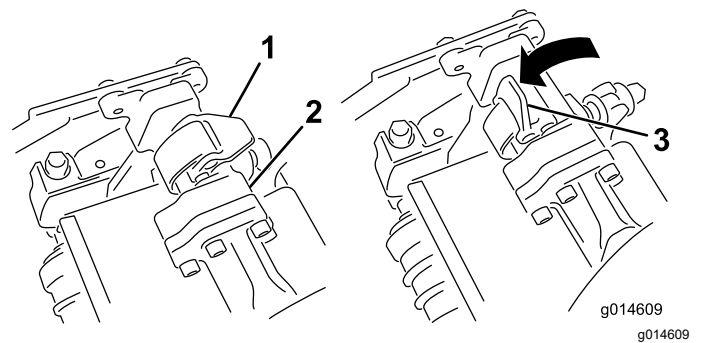
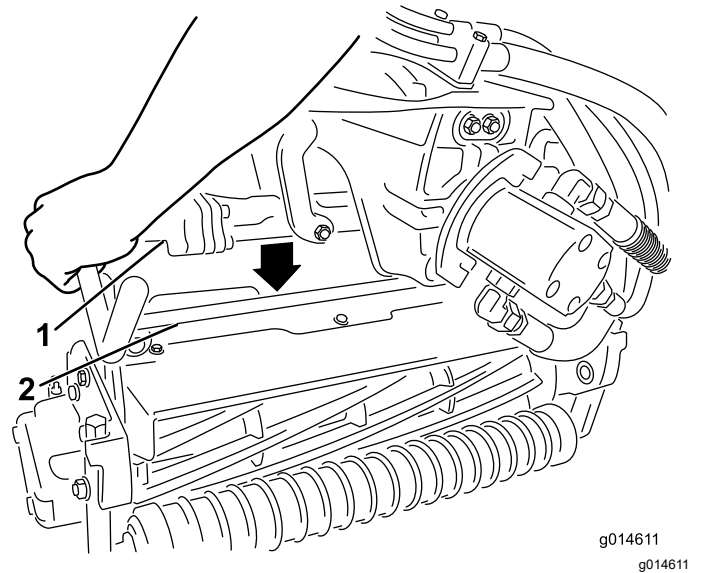

Bild 48
Bild 49
4. Drücken Sie die Riegel nach unten um die Mähwerkstange herum und arretieren sie (Bild 48).
3. Die Riegel an der Aufhängearmstange müssen nach oben zeigen (d. h. offen) (Bild 48); drücken Sie den Aufhängearm dann so nach unten, dass die Stange über die Stange an der Oberseite der Schneideinheit passt (Bild 49).
4. Öffnen Sie die Riegel an der Aufhängearmstange des Mähwerks, das Sie entfernen möchten (**Bild 48**).